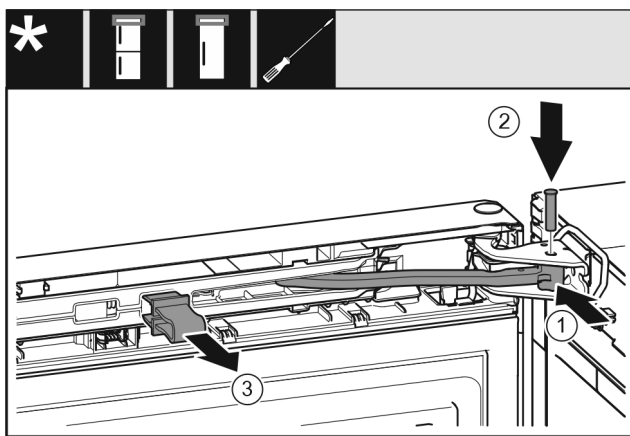

Fig. 70
- ▶ Поверните шарнир Fig. 70 (1) в опорный кронштейн.
- ▶ Вставьте палец Fig. 70 (2) в опорный кронштейн и шарнир. При этом проследите за тем, чтобы выступ фиксатора занимал правильное положение в пазу.
- ▶ Снимите предохранитель Fig. 70 (3).